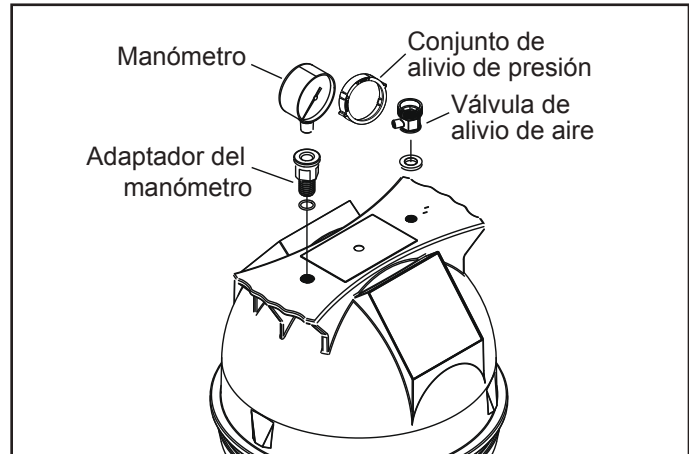

Figura 2. Manómetro y conjunto de alivio de presión
4. Instale el manómetro y el conjunto del adaptador en el orificio roscado con la marca "Pressure Gauge" (Manómetro) en la parte superior del filtro. Consulte la Figura 2.
5. Instale la válvula de alivio de alivio de aire en la apertura roscada con la marca "Air Release" (Alivio de aire) en la parte superior del filtro. Consulte la Figura 2.